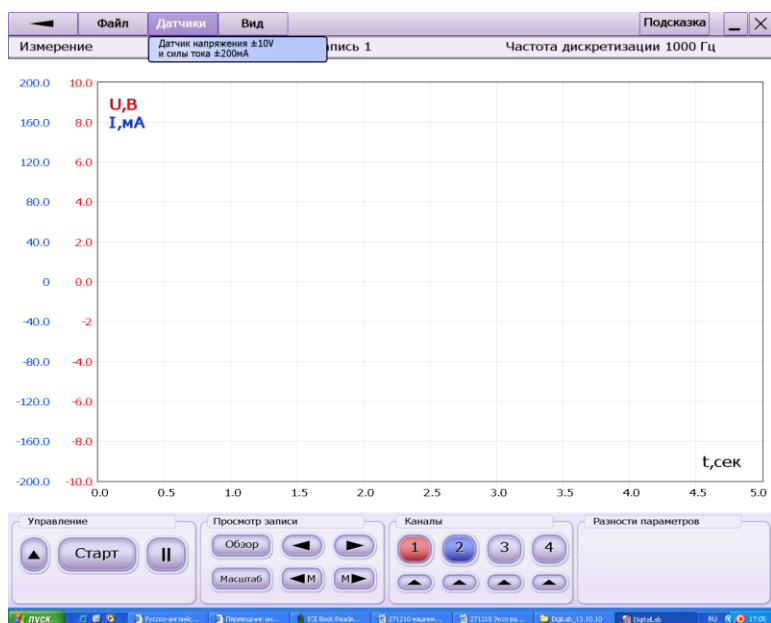

Рис. 11
6.8. При нажатии кнопки «Датчики» выпадает панель с информацией о подключенных и выбранных датчиках (см. рис. 11).